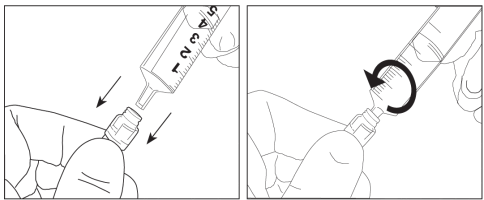

Рис. 2: Охватываемый коннектор Люэр-Слип (MSL)
- Соблюдая правила асептики, осторожно подсоедините к порту шприц или удлинительную магистраль; при этом шприц или коннектор Люэра другого типа следует вводить непосредственно в безыгольный инъекционный порт, выполняя вращательное движение по часовой стрелке. См. Рис. 2. Не выполняйте ввод под углом и не пытайтесь расширять расщепление в мембране.